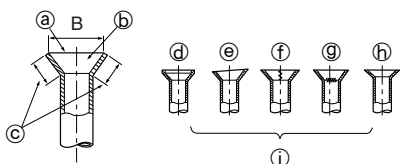

Fig. 5-7
5.2.5. Vérification (Fig. 5-7)